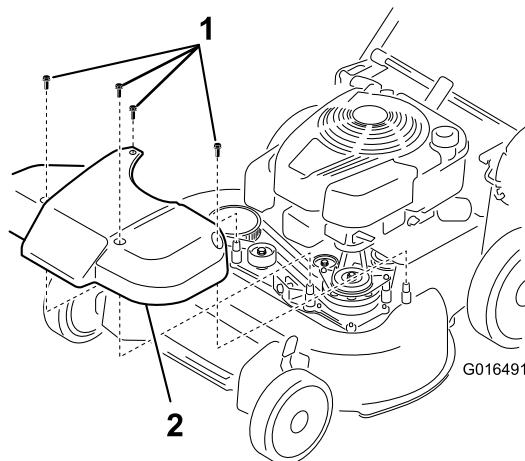

Bild 38
1. Nehmen Sie die Abdeckung des Messerantriebs ab (**Bild 38**).